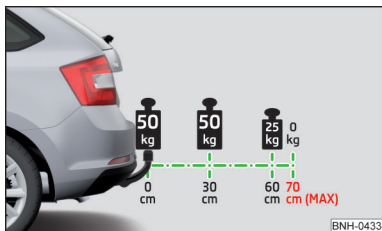

Fig. 145
**Lungimea maximă** a accesoriilor montate (măsurată de la cupla sferică a dispozitivului de tractare) este de **70 cm** » fig. 145.